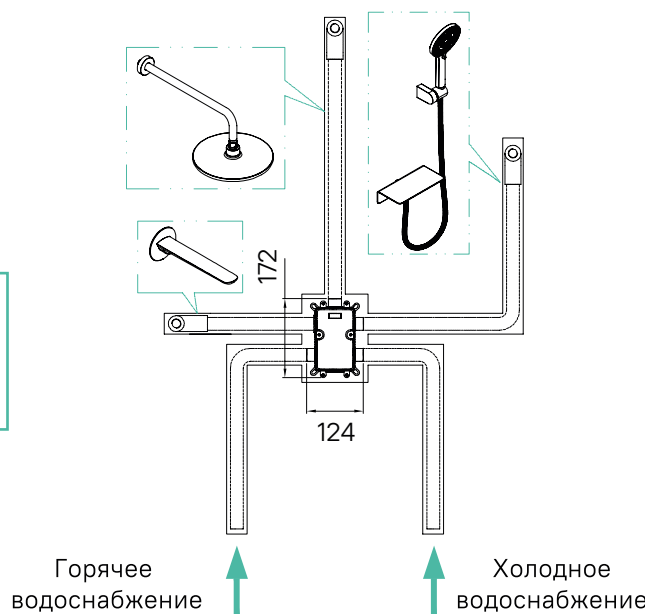

Рис. 2
1. Прежде всего, необходимо точно определить местоположение всех сантехнических приборов и организовать разводку водопроводных труб (рис. 2).
2. В намеченном месте установки душевой системы необходимо подготовить нишу для установки монтажного блока и внутренней части смесителя. Нишу подготавливают путем штробирования стены. Глубину ниши и ее размеры необходимо предусмотреть с учетом размеров элементов душевой системы и толщины будущей отделки. Вариант установки с ориентировочными размерами указан на рис. 2.